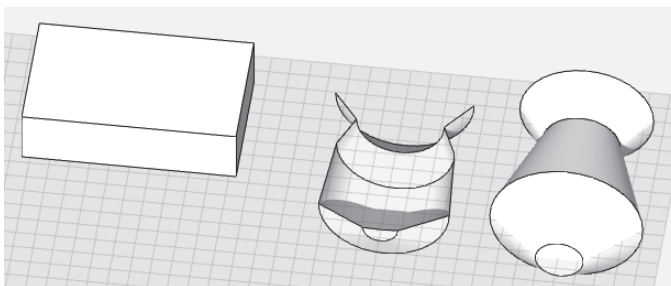

Abb. 4: Morphs über Quader und Rotation
- QUADER – erzeugt einen quaderförmigen Volumenkörper (Abbildung 4) aus einem orthogonalen Zwei-Punkte-Rechteck und einer Höhenangabe.
- ROTATION – Sie konstruieren zuerst eine *Kontur* und definieren danach eine *Rotationsachse* über zwei Punkte. Am Schluss geben Sie einen *Rotationswinkel* ein. Wenn die Kontur offen ist, entsteht eine Rotationsfläche, aus einer geschlossenen Kontur ergibt sich ein Volumenkörper (Abbildung 4).